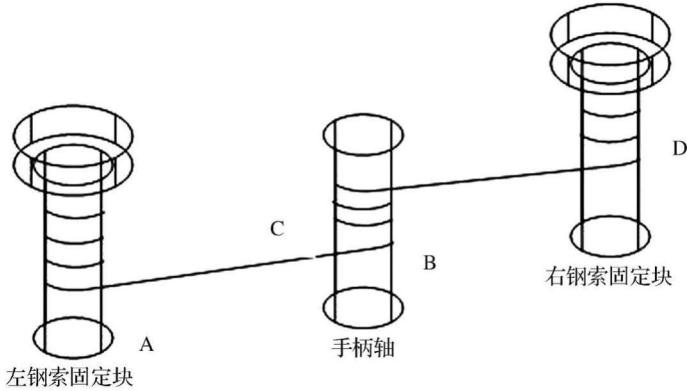

图 1-1-2 钢索固定位置(AB//CD)
- (1) 拆开机台左右两边的防护罩。
- (2) 松开两边的固定块，把坏掉的钢索解开，一端与新钢索连接后拉动旧钢索另一端，把新钢索引到所需位置。
- (3) 把钢索的右端压入拖板的钢索固定块并锁紧，然后在手柄轴上绕三圈，再把左端压入机台的钢索固定块锁紧，最后将钢索的松紧度调整到合适位置，如图 1-1-2 所示。
- (4) 调整机台钢索张力时，将机台拖板摇到机台右边，用手指按住钢索感觉其张力，不能太松也不能太紧。太松，加工时摇动手轮易打滑；太紧，钢索容易疲劳断裂。